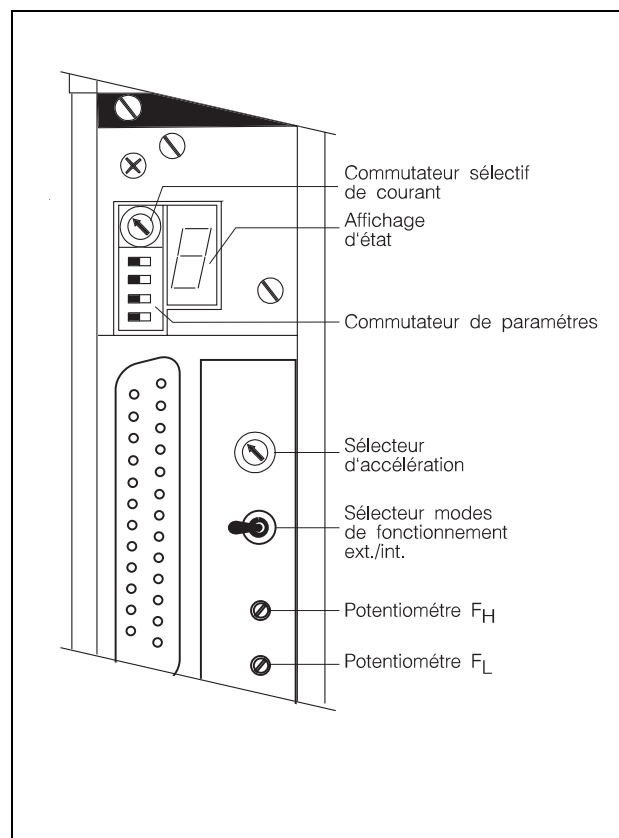
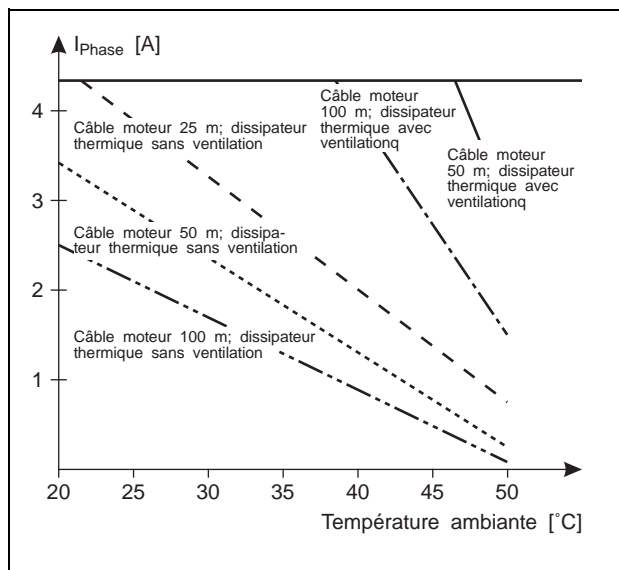
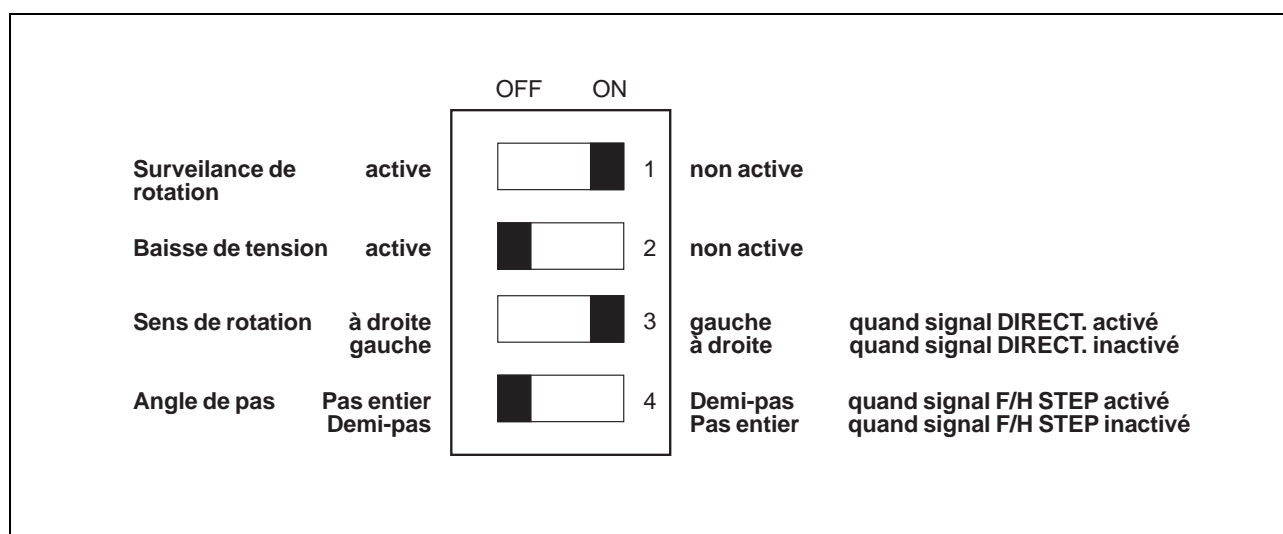

Figure 2-12 Eléments de réglage
Figure 2-13 Courant de phase admissible dépendant de la température et de la longueur du câble
Figure 2-15 Réglage au commutateur de paramètres
Pour la commande des entrées de l'oscillateur (F_H/\overline{F}_L , START/STOP), seules les possibilités de commande 3 et 4 sont appropriées car les raccords "-" de ces entrées sont reliés entre eux, voir fig. 2-13.
Les réglages de base s'effectuent comme suit à l'aide du commutateur sélectif de courant et du commutateur de paramètres (figure 2-12):
2. Régler le courant de phase au sélecteur rotatif 01 (voir figure 2-12) conformément à la plaque signalétique du moteur et en tenant compte du diagramme figure 2-13.
- Pour réduire la perte en puissance, toujours commuter en mode baisse de courant automatique si cela est possible (voir figure 2-15).
1. Régler les paramètres souhaités conformément à la figure 2-15 à l'aide du commutateur DIL 03 (voir figure 2-12). Le réglage de base effectué à l'usine est indiqué.
- Placer le sélecteur modes de fonctionnement en position "int", voir figure 2-12.
- Tourner le sélecteur d'accélération sur la position "F", voir figure 2-12.
Régler le sélecteur modes de fonctionnement sur le mode de fonctionnement souhaité "int"/ "ext.", voir figure 2-12.
Signification par rapport à la position de commutateur de paramètres 03/4 (voir figure 2-15)
L'activation de BOOST pendant l'arrêt du moteur bloque l'abaissement de courant éventuellement actif (voir Fig. 2-15).
Signification par rapport à la position du commutateur de paramètres 03/3 (voir figure 2-15)
- Pendant que RM RESET est active, l'abaissement de courant éventuellement actif est bloqué (voir Fig. 2-15).